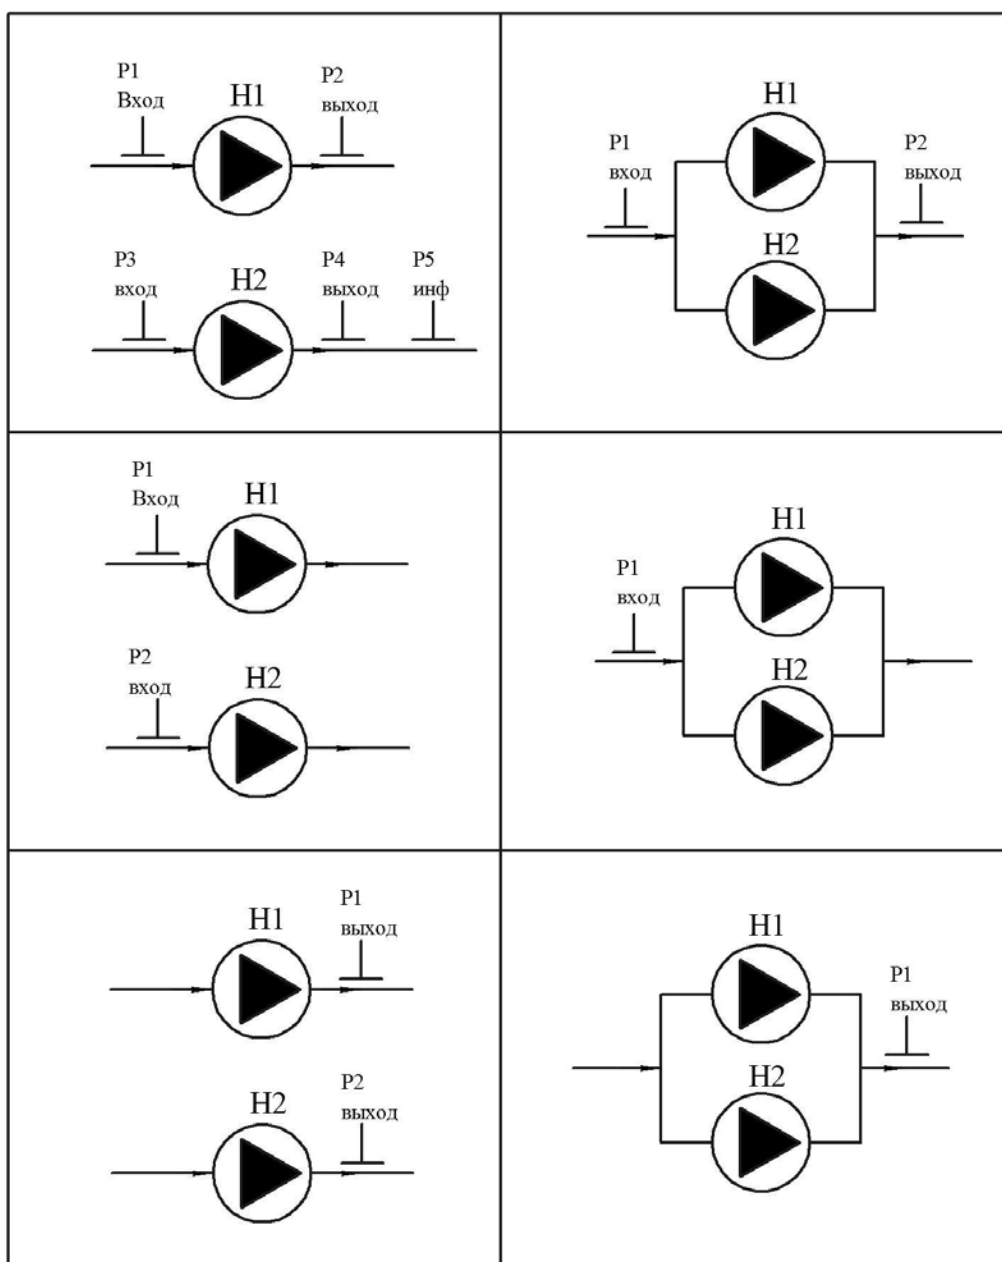

Рисунок 8 – Расположение и назначение датчиков давления относительно насосов
2.3.2 При наличии датчиков, БУН автоматически обеспечивает контроль давления в трубопроводе перед входным патрубком (на входе) и после (на выходе) каждого насоса. В случае выхода результатов измерений за пороговые значения БУН блокирует включение насоса, либо аварийно отключает насос(ы). Назначение и расположение датчиков давления при конфигурировании БУН (Рисунок 8) определяет механизм защиты насосов как от сухого хода, так и от протечек в трубопроводах. Пятый измерительный канал давления рекомендуется использовать в информационных целях.